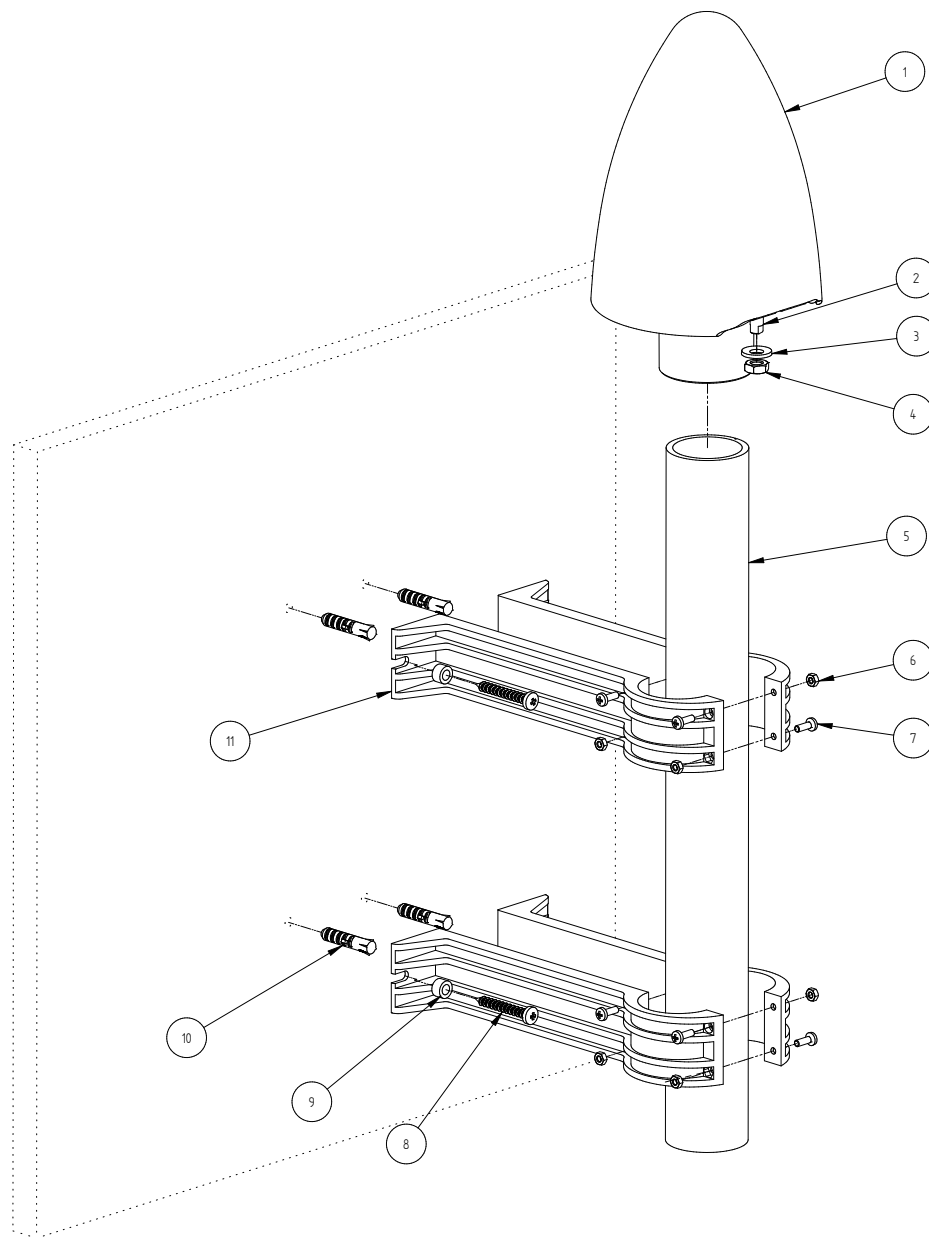

Abbildung 8.4: Montage einer GPSANTv2-Antenne an einer Wand
**Abb. 8.4** veranschaulicht anhand eines Beispiels, wie eine Meinberg GPSANTv2-Antenne an einem Mast montiert und angebracht wird.
1. Montieren Sie die beiden Paare der Masthalter (Pos. 8 in Abb. 8.4) mit dem Befestigungsrohr (Pos. 2 in Abb. 8.4) in den Klemmen. Befestigen Sie das Rohr in jeder der beiden Klemmen mit vier M4x12-Kreuzschlitzschrauben und den entsprechenden M4-Sechskantmuttern (Positionen 3 und 4 in Abb. 8.4). Um sicherzustellen, dass die Klemme so sicher wie möglich sitzt, sollten die oberen und unteren Schrauben jeder Klemme aus entgegengesetzten Richtungen eingesetzt werden, wie in Abb. 8.4 gezeigt.
2. Befestigen Sie den gebogenen Gewindebolzen (Pos. 5 in Abb. 8.4) um den vorgesehenen Mast und führen Sie die beiden Enden in die Löcher der Masthalterung (Pos. 9 in Abb. 8.4) ein. Befestigen Sie jede der Klemmen mit zwei Distanzstücken und zwei M6-Sechskantmuttern (Pos. 7 in Abb. 8.4) an den jeweiligen Mastbefestigungen und ziehen Sie sie fest, bis die Mastbefestigung und die U-Gewindebolzen sicher sitzen.
■ **Abb. 8.4** veranschaulicht anhand eines Beispiels, wie eine Meinberg GPSANTv2-Antenne an einer Wand montiert und angebracht wird.
1. Montieren Sie die beiden Paare der Masthalterungen (Pos. 8 in Abb. 8.4) mit dem Befestigungsrohr (Pos. 2 in Abb. 8.4) in den Klemmen. Befestigen Sie das Rohr in jeder der beiden Klemmen mit vier M4x12-Kreuzschlitzschrauben und den entsprechenden M4-Sechskantmuttern (Positionen 3 und 4 in Abb. 8.4). Um sicherzustellen, dass die Klemme so sicher wie möglich sitzt, sollten die oberen und unteren Schrauben jeder Klemme aus entgegengesetzten Richtungen eingesetzt werden, wie in Abb. 8.4 gezeigt.